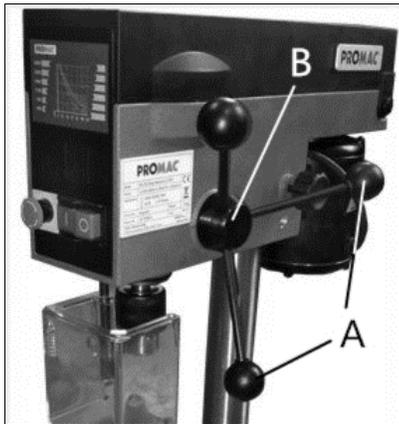

Abb. 4
Bringen Sie die Griffe für die Höhenverstellkurbel (A, Abb. 4) in der Nabe (B) an.